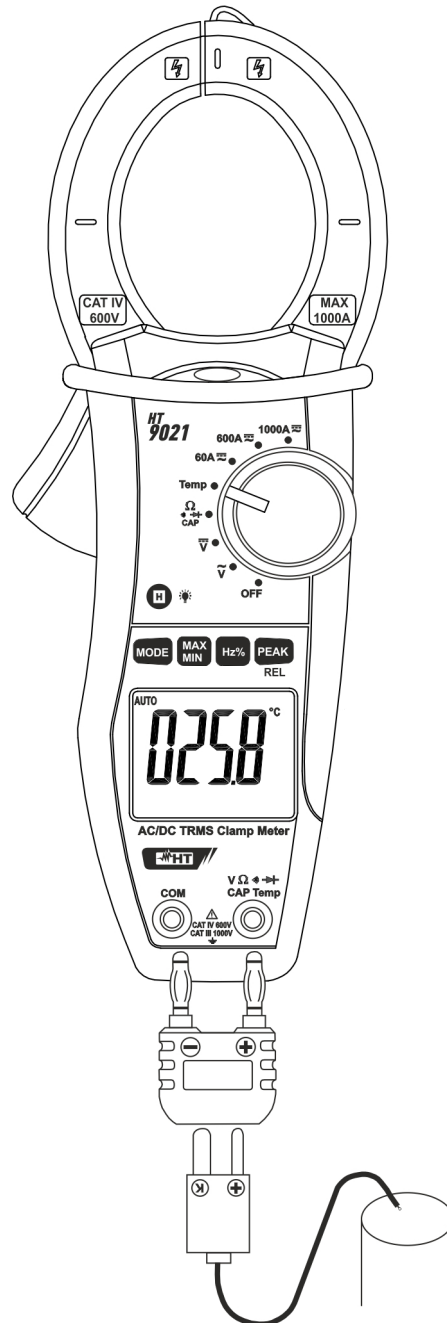

Fig. 8: Uso della pinza per misura di Temperatura
3. Inserire la sonda a filo tipo K in dotazione nei terminale di ingresso **VΩΩ) CAP Temp** e **COM** tramite l’opportuno adattatore, rispettando la polarità mostrata in Fig. 8. Il valore della temperatura è mostrato a display. Nella misura di temperatura la barra grafica analogica è disattivata